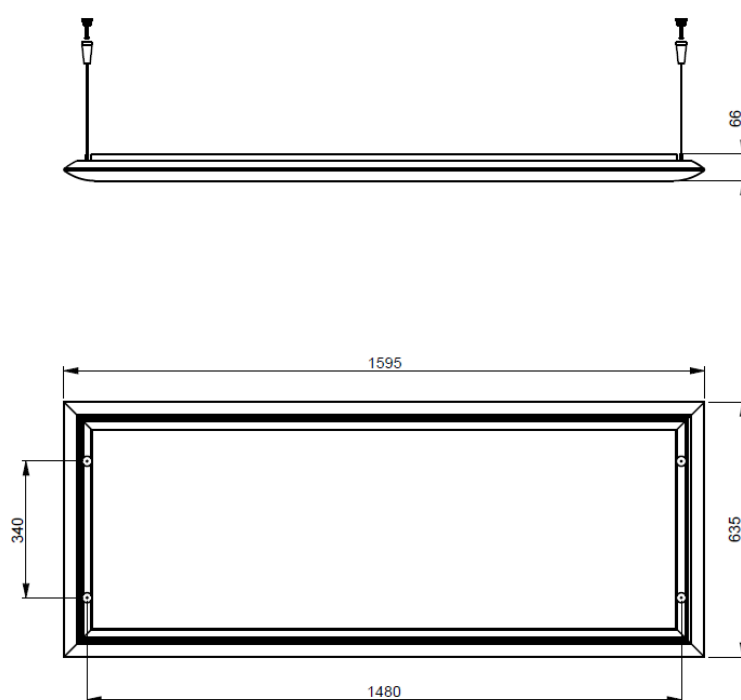

Fig. 1
- Trouer le plafond dans la position choisie à l'aide d'une pointe adaptée (valeurs voir 3.1-fig.1) et introduire les chevilles.